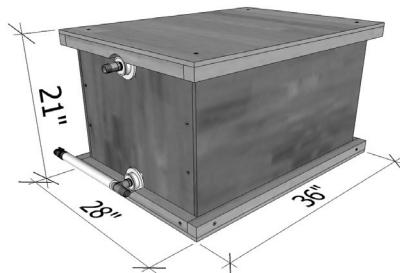

Fig. 10 – Dimensions finales et accessoires
- Préparer une zone**, au moins de 30"x40" (fig. 10) pour y déposer votre RainBench™. Le support doit être de la pierre propre ou du gravier (pas trop fin), ou sinon bien surélever votre RainBench™ afin que l'humidité du sol ne pénètre pas. Vous pouvez également le placer sur n'importe quel support en bois. Protéger le bois à l'aide de plusieurs couches d'encaustique extérieur afin de prolonger la durée de vie de votre produit.